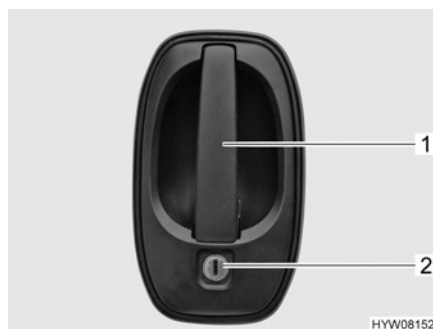

Fig. 16 Serratura della porta (porta conducente, porta di ingresso, lato esterno)
- Inserire la chiave nel cilindro della serratura (Fig. 16,2) e ruotare fino a quando la serratura della porta si sblocca.
- Tirare la maniglia della porta (Fig. 16,1). La porta è aperta.
- Inserire la chiave nel cilindro della serratura (Fig. 16,2) e ruotare fino a quando la serratura della porta si blocca.